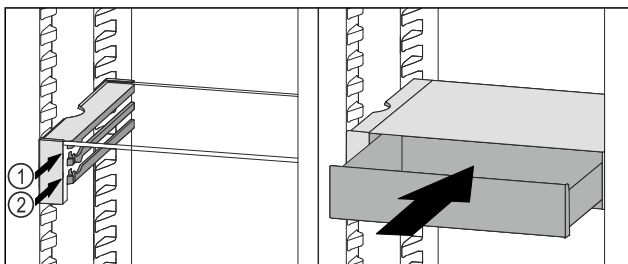

Fig. 99
- Posizionare il cassetto VarioSafe dietro i tappi sulla nervatura desiderata Fig. 99 (1) o Fig. 99 (2).